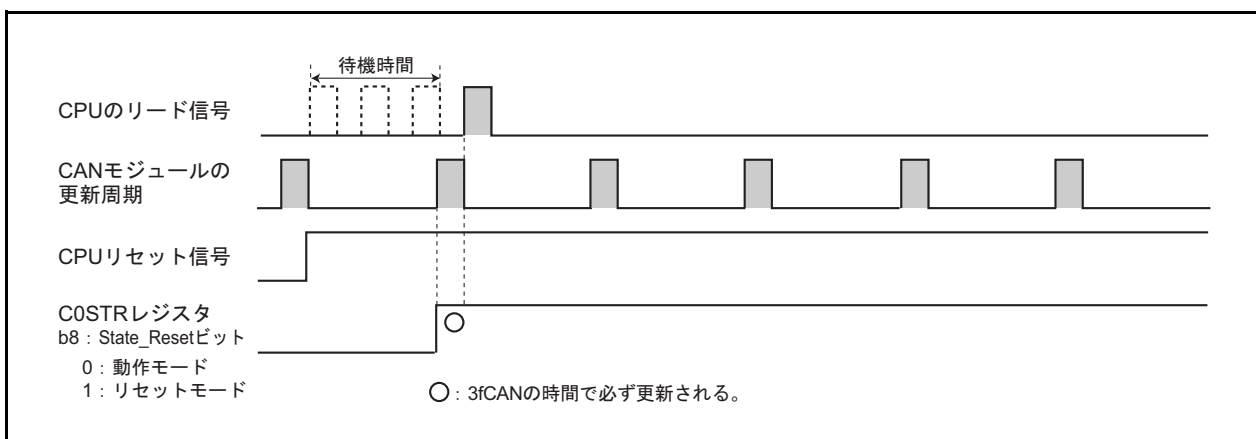

図18.27 CPUの読み出し前に3fCAN分待機した場合
- CPUがC0STRレジスタを読み出す前に、3fCAN以上(表18.4参照)の待機時間を持たせる(図18.27参照)。